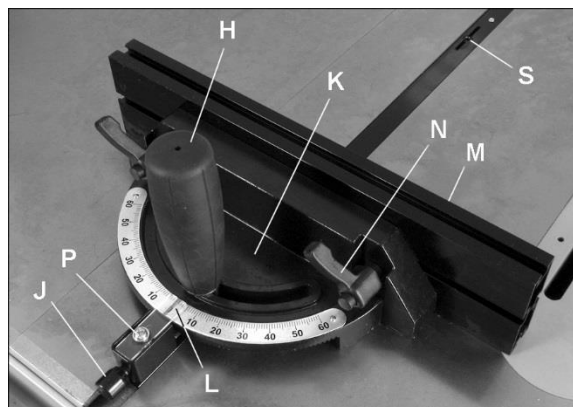

Рисунок 8-2
См. Рисунок 8-2 и 8-3:
2. Ослабьте ручку фиксации (Н, Рисунок 8-2), повернув ее против часовой стрелки.
3. Вытяните подпружиненную ручку (J) и вращайте ее до тех пор, пока корпус (K) углового упора не окажется под нужным углом, отображаемым на шкале.
Опорную направляющую углового упора (М, Рисунок 8-2) можно отрегулировать, сдвинув вправо или влево, или полностью снять.
2. Установите его под углом 90° к пильному диску (установка 0° по шкале), ослабив фиксирующую ручку (H, Рисунок 8-2), затем вытяните подпружиненную ручку (J) и поворачивайте корпус (K) до тех пор, пока на шкале не будет достигнуто положение 0° .
ПРИМЕЧАНИЕ: На планке углового упора есть два паза с установочными винтами (S, Рисунок 8-2). Отрегулируйте эти установочные винты, чтобы исключить люфт между планкой и пазом.